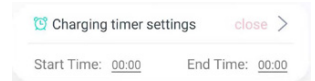

Imagen 10
3. Establezca la hora de inicio y la hora de finalización (imagen 10/11) y pulse “Confirmar”.